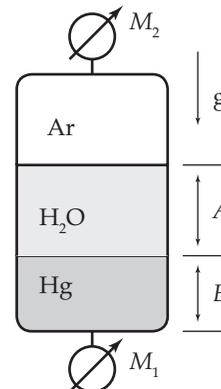

Figura Ep1.1
**Ep1.1** Considere o tanque esquematizado na Figura Ep1.1. A pressão indicada pelo manômetro  $M_1$  é igual a 50 kPa. A cota A é igual a 2,0 m e a cota B é igual a 0,2 m.